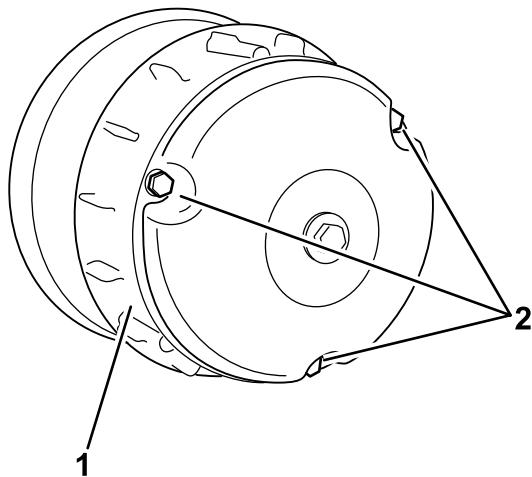

Bild 63
2. Entfernen Sie die drei Schrauben, mit denen die Abdeckung an der Kupplung befestigt ist, und nehmen Sie die Abdeckung ab (Bild 63).
4. Setzen Sie die Kupplungsabdeckung auf und befestigen Sie sie mit den drei in Schritt 2 entfernten Schrauben (**Bild 63**).